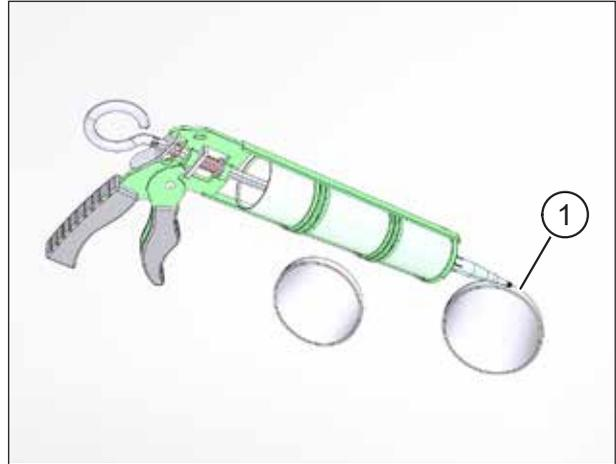

Abb. 72: Lüftungsrohre an der Außenwand abdichten
- ▶ Fasen Sie beide Rohrdurchbruchkanten (Pos. 1 in Abb. 72) mit ca. 5 x 45° ab, um einen Freiraum für die Dichtungsfugen mit dauerelastischem Dichtstoff zu schaffen.